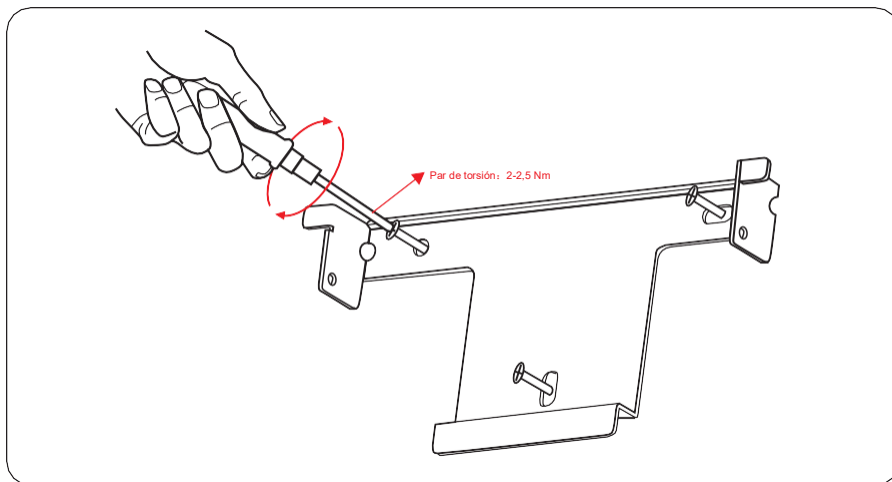

Figura 4.13 Instalación del soporte de fijación
Paso 5 Alinee el panel posterior con los orificios, introduzca los tornillos de expansión en los agujeros a través del soporte de fijación y apriételos con un par de torsión de 2-2,5 Nm usando una llave dinamométrica (véase la figura 4.13).